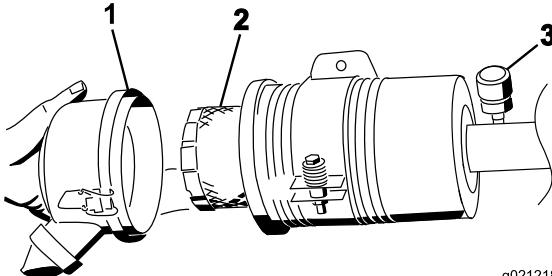

Figura 54
3. Retire y cambie el filtro (Figura 54).